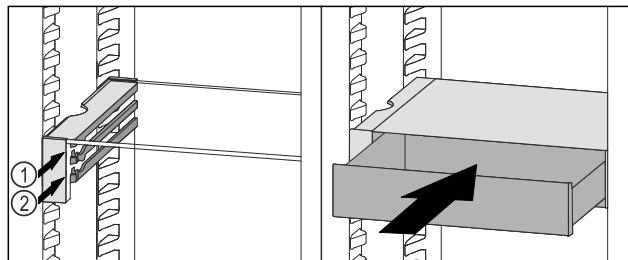

Fig. 106
- Поставете чекмеджето на VarioSafe зад ограничителите върху желаното ребро Fig. 106 (1) или Fig. 106 (2).